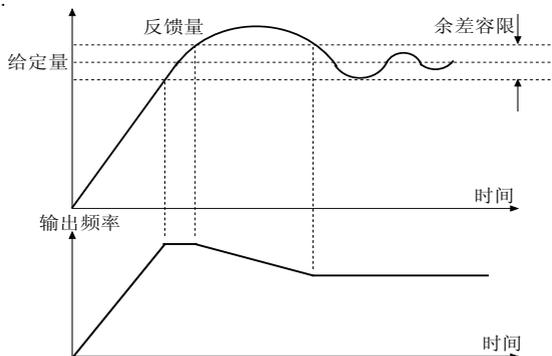

图 5-7-1 误差容限示意图
- ◆ 当反馈和设定的差值低于PID误差容限设定值时，PID控制器暂停调整，变频器维持当前的输出。如图5-7-1所示。
- ◆ 模拟PID时，误差容限设定P7.22为物理量的绝对值，要与量程匹配，转速PID时误差容限设定P7.22为转速。如图5-7-1所示：